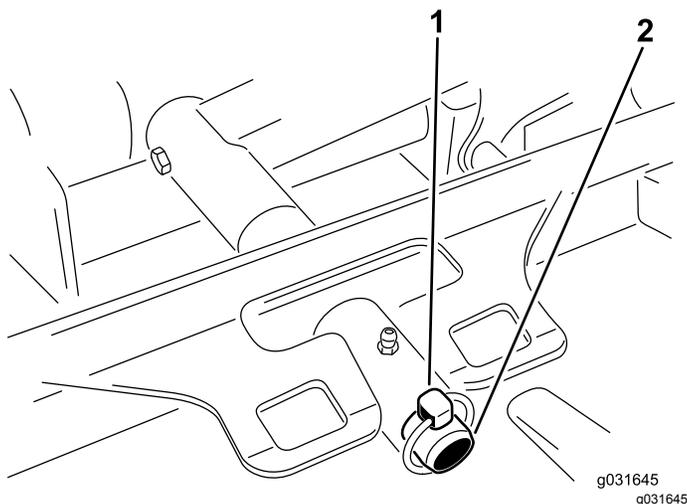

Bild 66
3. Entfernen Sie den Klapstecker oder die Befestigungsmutter, mit der der Mähwerkträgerrahmen am Hubarm-Lagerbolzen befestigt ist (Bild 66).
3. Schieben Sie den Mähwerkträgerrahmen auf den Lagerbolzen des Hubarms und befestigen ihn mit dem Klapstecker oder der Befestigungsmutter (Bild 66).